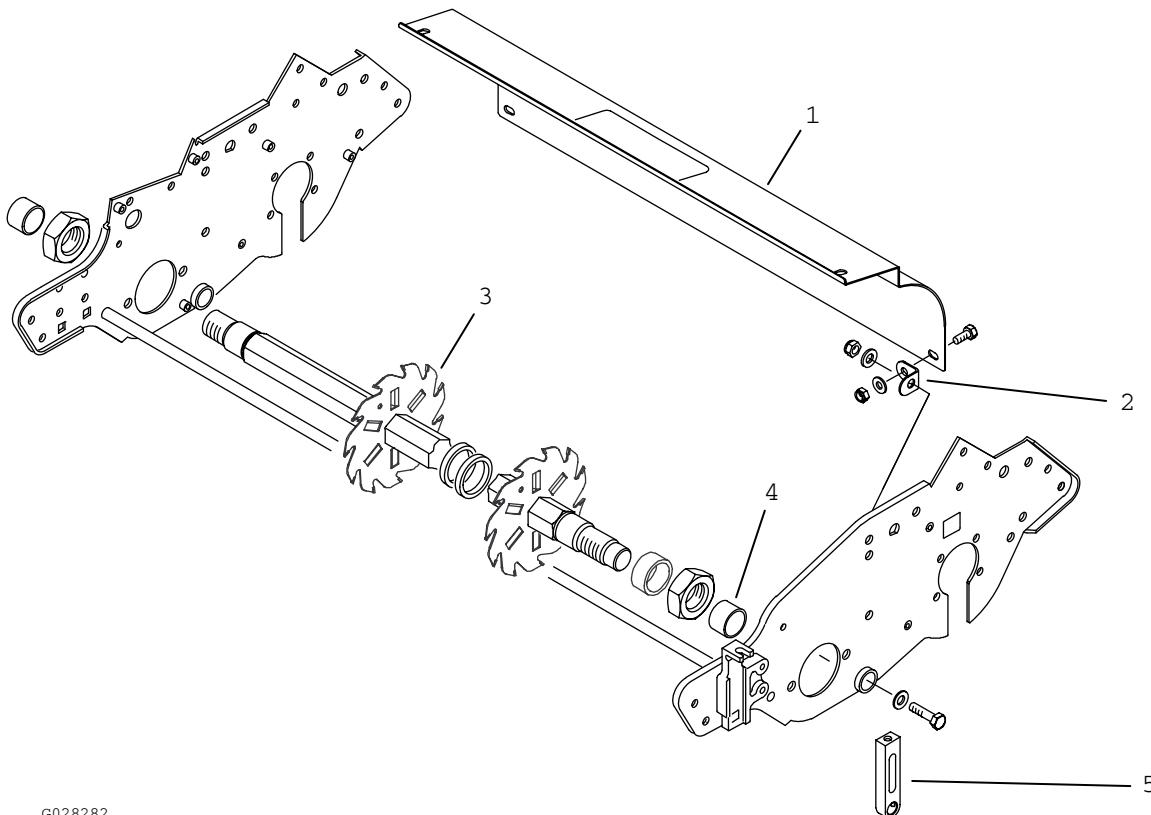

Рисунок 3
- Установите, не затягивая, кронштейн щитка с каждой стороны нового травоотбойника, используя колпачковый винт 5/8 дюйма, плоскую шайбу и контргайку, как показано на Рисунок 3.
- Установите кронштейны щитков на каждую боковую пластину газонокосилки сквозь отверстие оси поворота неподвижного ножа, используя колпачковый винт 1-1/4 дюйма, 2 плоские шайбы и контргайку, как показано на Рисунок 3.
- Установите разделитель-уплотнение на каждый конец вала барабана (Рисунок 3).